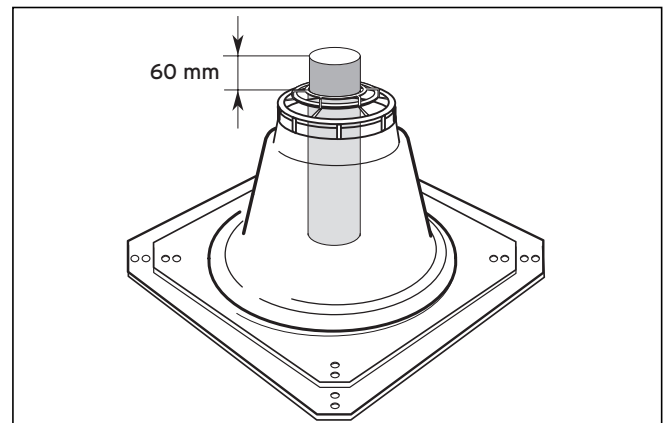

Abb. 4.58 Länge des oberen Abgasrohrs
- Kontrolle: Über dem Fuß des Schachtaufsatzes (2) müssen 60 mm überstehen (siehe Abb. 4.58).
- Klemmen Sie die Haube des Schachtaufsatzes (1) über das obere Ende der starren Abgasleitung und drücken Sie sie fest auf. (Die Haube rastet nicht im Fuß ein.)